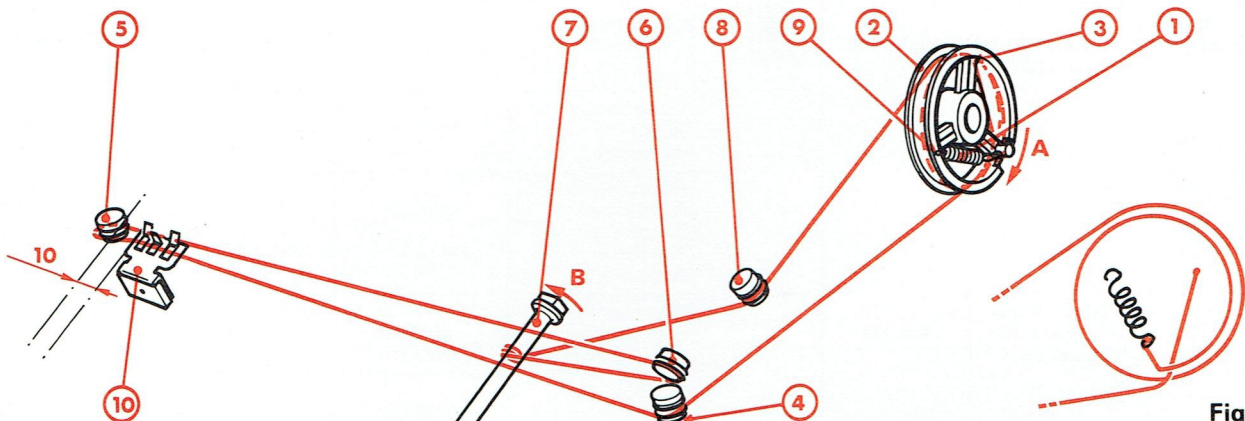

Fig. 1
- 1^o) Prendre un cordonnet d'une longueur de 115 cm et fixer l'une des extrémités au ressort (1).
- 2^o) Tourner la poulie (2) dans le sens de la flèche A jusqu'en butée.
- 3^o) Attacher l'autre extrémité du cordonnet au trou (3) puis passer sur les poulies (4), (5) et (6) comme indiqué sur la figure 1.
- 4^o) Effectuer 2 tours $\frac{1}{2}$ sur l'axe (7) dans le sens de la flèche B, passer sur la poulie (8) puis effectuer 1 tour $\frac{1}{2}$ sur la poulie (2) dans le sens de la flèche A et accrocher le ressort (1) dans le trou (9).
- 5^o) Placer l'aiguille (10) comme indiqué sur la figure 1.